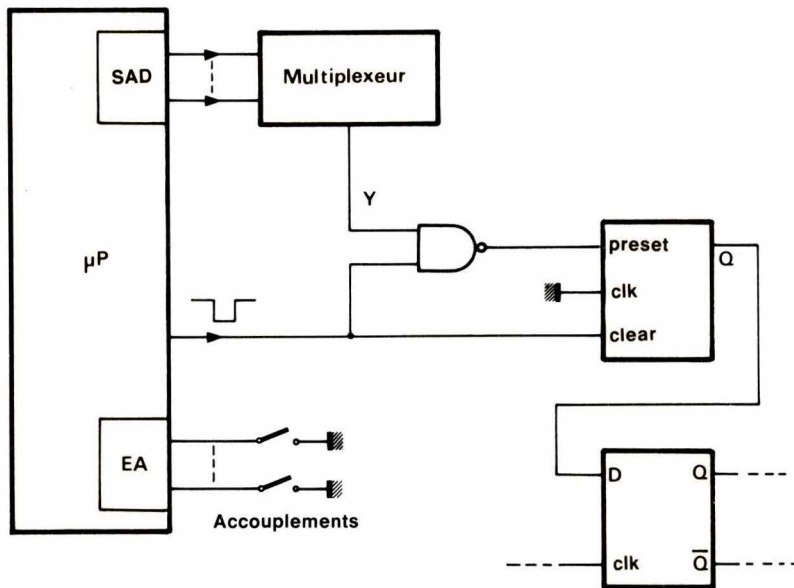

Fig. 4. - Bascule de type « OU séquentiel ».
La réalisation d'un accouplement se traduit donc par l'envoi de deux adresses au lieu d'une, pendant le temps séparant deux interruptions successives. La réalisation du « OU séquentiel » est assurée par une bascule D avec PRESET et CLEAR selon le schéma partiel de la figure 4. Il faut en outre que le microprocesseur envoie, entre les deux adressages, une impulsion sur l'entrée CLEAR de cette bascule. Les demandes d'accouplements sont présentées sur un registre d'entrée (EA) de la carte micro et analysées en début de trame pendant la durée de l'impulsion synchro, de manière à préparer les « secondes adresses » qui seront envoyées au multiplexeur.